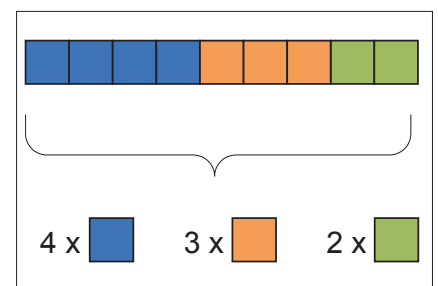

Abb. 5-9: Prinzip der LZW-Komprimierung (Olympus Optical Co. (Europa) GmbH, 2002)
- Die Anzahl nebeneinander liegender Pixel gleicher Farbinformation werden zusammengefaßt. Die Farbwerte der Pixel bleiben dabei unangetastet (Abb.5-9).